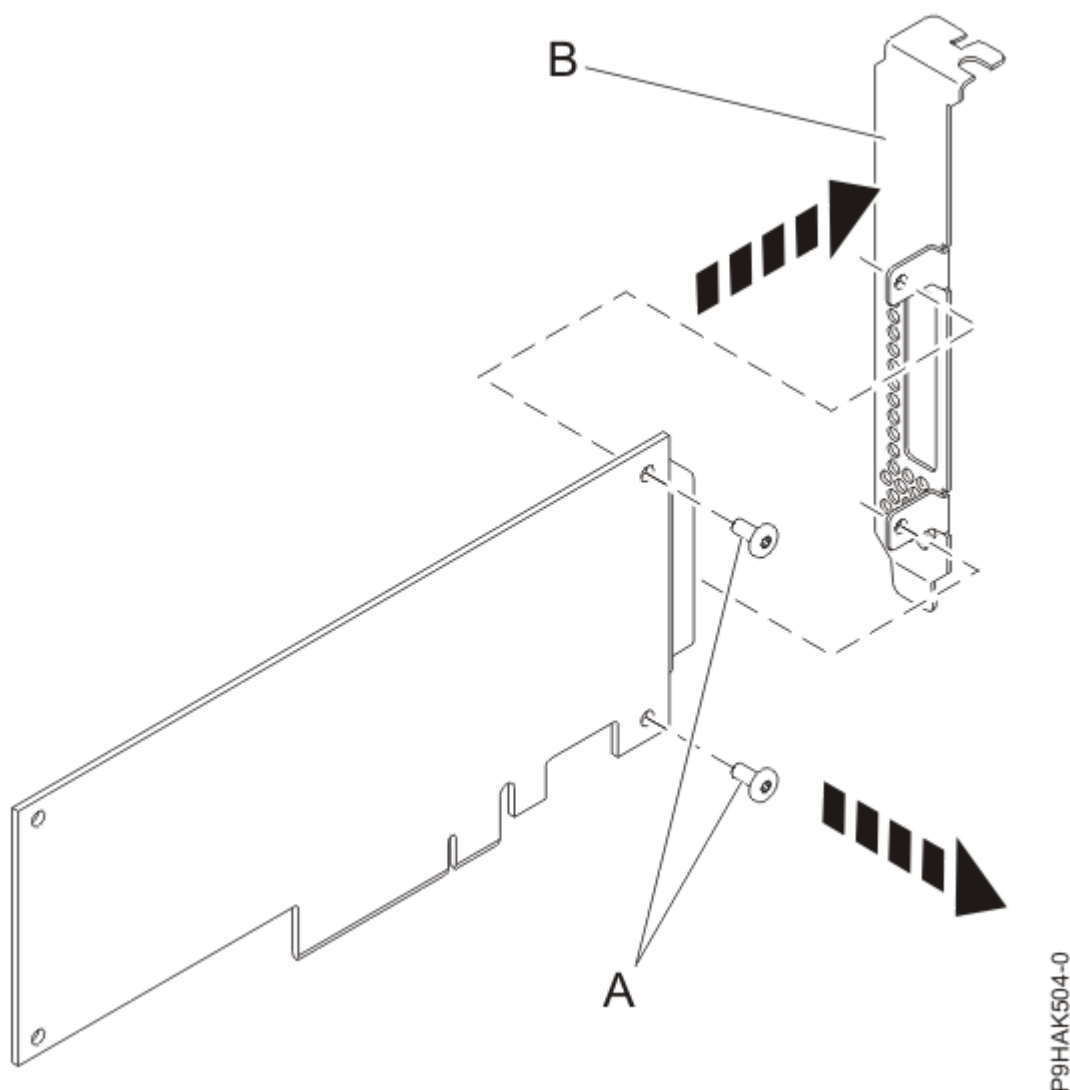

Figura 20. Extracción de la contrapunta de perfil alto de un adaptador nuevo
8. Mediante un destornillador de estrella, desenrosque los dos tornillos **(A)** que sujetan la contrapunta de perfil alto **(B)** al nuevo adaptador, tal como se muestra en la Figura 20 en la página 27.